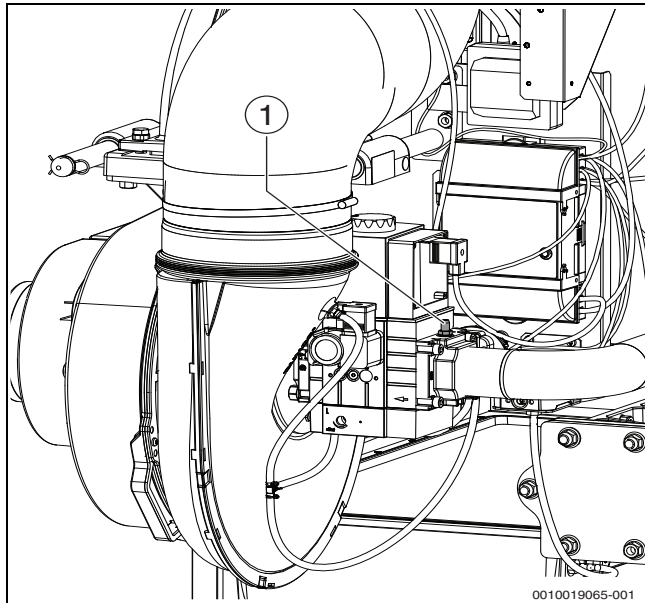

Bild 22 Gasleitung entlüften
- ▶ Verschlusschraube des Prüfnippels (→ Bild 22, [1], Seite 24) für den Gas-Anschlussdruck und Entlüftung um 2 Umdrehungen lösen.